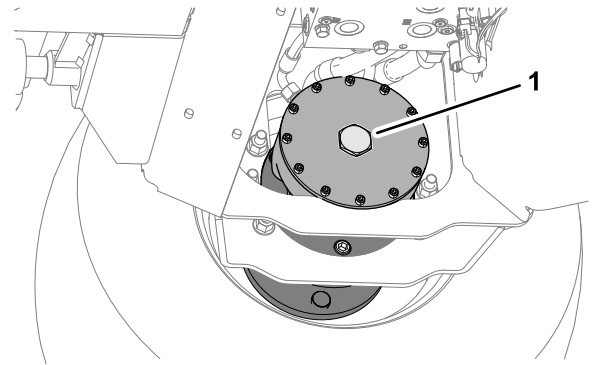

Bild 35
6. Entfernen Sie an der Scheibenbremse des rechten Vorderradmotors die Sechskantschraube (Bild 35).